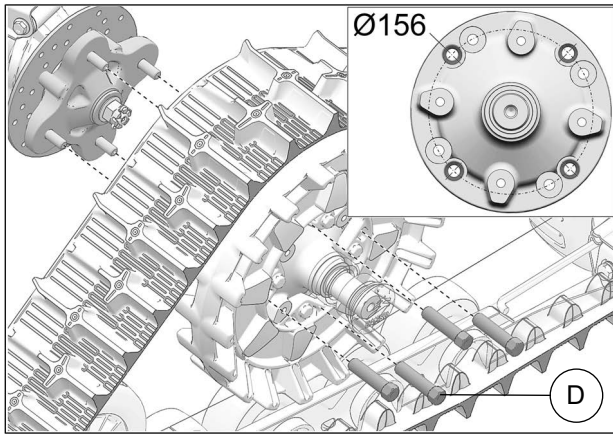

Fig. 30
13. Fixer le système de traction au moyeu de roue avant. Utiliser le cercle de perçage de $\varnothing 156\text{mm}$ et les écrous de roue M12x1.25 (D) fournis. Voir Fig. 30